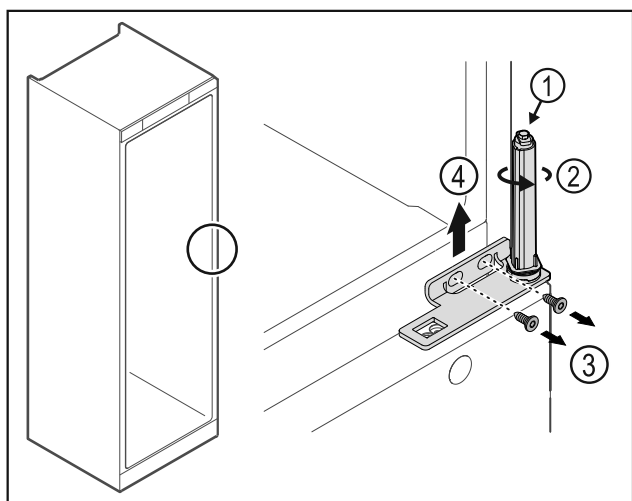

Fig. 23
- Non disassemblare il sistema di chiusura della porta Fig. 23 (1).
- Ruotare il sistema di chiusura Fig. 23 (2) finché non si innesta con un clic.
- Svitare le viti Fig. 23 (3), rimuovere la cerniera angolare Fig. 23 (4) verso l'alto.